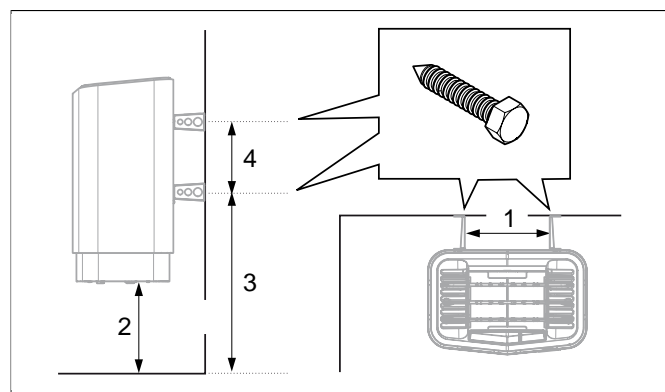

Fig 10: Cotes
9. Poser les vis pour support d'après les cotes se **Fig 10**, page 5.